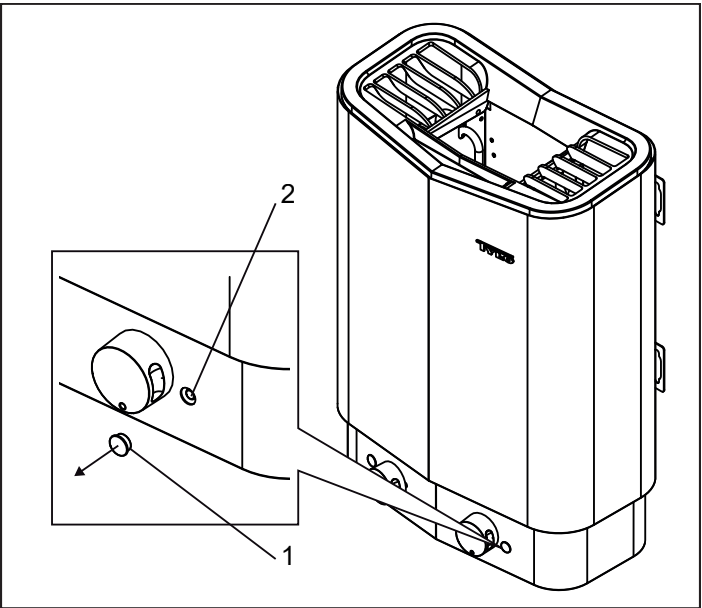

Figure 5 : réinitialisation de la protection thermique
| Le poêle ne fonctionne pas.                                                                                                | La protection thermique interne a été activée.Pour plus d'informations, voir la section Protection thermique.           | Recherchez la cause de l'activation de la protection thermique et remédiez-y.Réinitialisation de la protection thermique. Appuyez sur le bouton rouge situé sous un cache à l'avant du poêle (voir Figure 5). |
La protection thermique du poêle sert à empêcher la surchauffe des composants, des résistances tubulaires et du bois à l'intérieur du sauna. Si la protection thermique s'est déclenchée, il convient de la réinitialiser avant de pouvoir rallumer le poêle. Il convient toutefois de rechercher au préalable la cause de la surchauffe. Pour réinitialiser la protection thermique, retirez le cache (1) (Figure 5) et relâchez le bouton (2) jusqu'au clic.